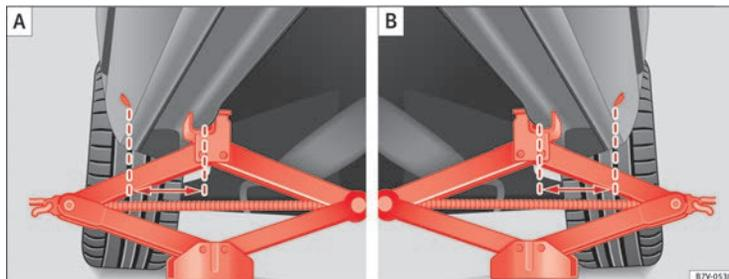

Fig. 186 (A) : cric placé sur la partie avant gauche du véhicule (B) : cric placé sur la partie arrière gauche du véhicule.
tuées **derrière** les arêtes avant ⇒ fig. 186. Utilisez à chaque fois le point de prise correspondant à la roue à changer ⇒ ⚠.
7. Assurez-vous que le socle du cric soit fermement appuyé sur le sol et qu'il est placé exactement sous le point de prise ⇒ fig. 186.
8. Centrez le cric et continuez à le lever à l'aide de la manivelle jusqu'à ce que la griffe embrasse la nervure située en dessous du véhicule ⇒ fig. 186.
- Placez le cric exclusivement sur les points de prise mentionnés. La griffe du cric doit être bien assurée, et embrasser la nervure de renfort du bas de caisse ⇒ fig. 186.